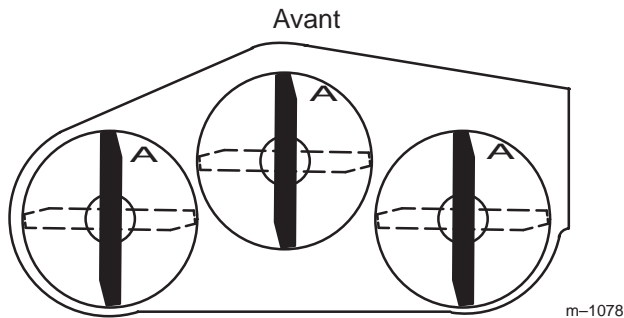
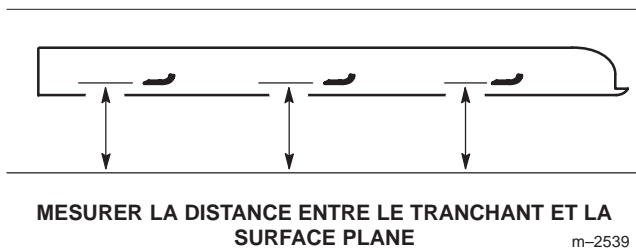

Figure 36
Figure 37
1. Tournez les lames pour qu'elles soient toutes dirigées dans le sens longitudinal (Fig. 36). Mesurez la distance entre la surface plane et le tranchant (position A) des lames (Fig. 37) et notez cette valeur.